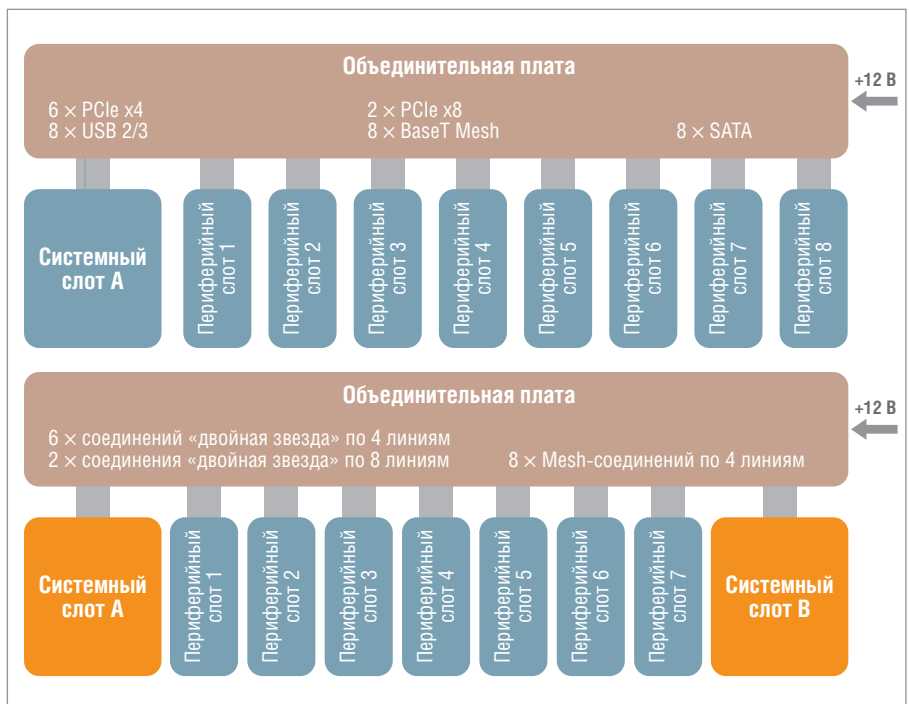

Рис. 3. Space CompactPCI Serial предполагает второй системный слот для реализации топологии «двойная звезда» через PCI Express
Базовая спецификация CompactPCI Serial определяет топологию «звезда» для межмодульного взаимодействия. В спецификации Space CompactPCI Serial добавляется симметричное дублирование интерконнектов. Таким образом, выход из строя одного центрального процессора никак не сказывается на функциональности системы в целом. Высокая степень готовности очень важна в космосе, так как, например, вы не можете просто заменить процессорный модуль, установленный в спутнике на орбите. В добавление к системному слоту (A) с левой стороны системы второй системный слот (B) размещается в правой части, дублируя все межмодульные связи (рис. 3, [6]). Все семь периферийных слотов подключены к обоим системным, которые также соединены между собой. Эти связи образуют сеть